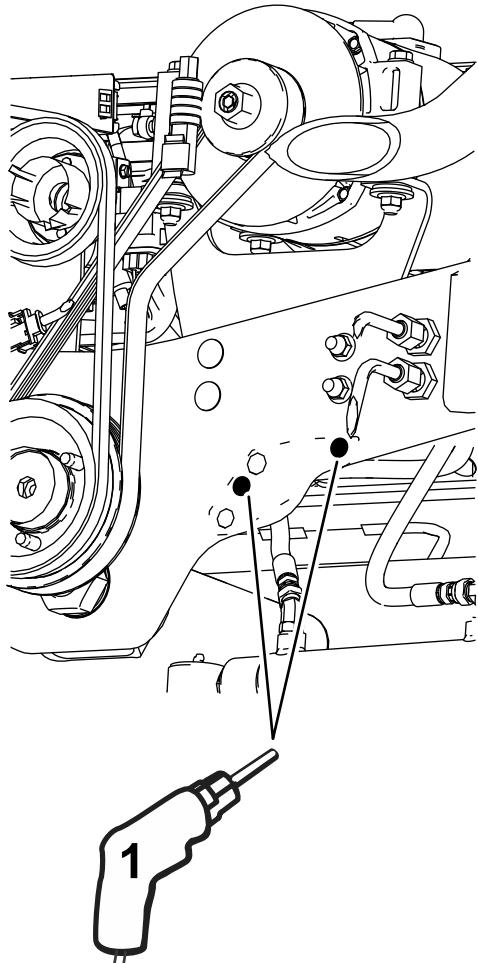

Figure 3
- Percez 2 trous (13/32") aux emplacements marqués au pointeau (Figure 3).